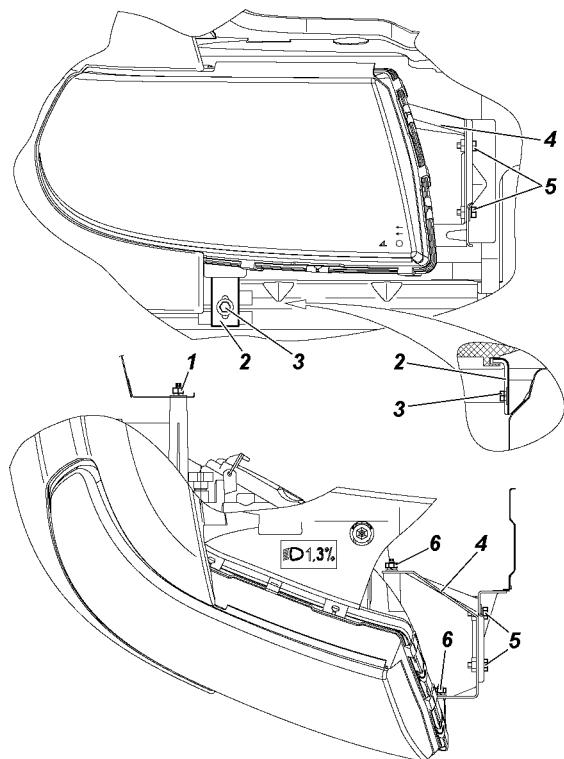

Рис. 14.10. Крепление фары:
- отверните гайку 1 (рис. 14.10) и снимите шайбы;